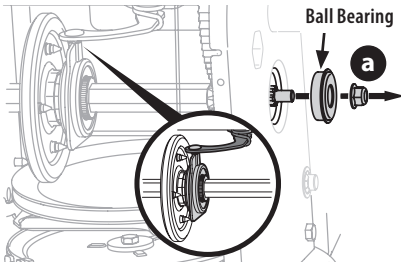

Figure 91
5. Retirez l'écrou (a) qui fixe l'arbre hexagonal au châssis, puis tapez légèrement sur l'extrémité de l'arbre pour faire sortir le roulement à billes du côté droit du châssis. Voir Figure 91.